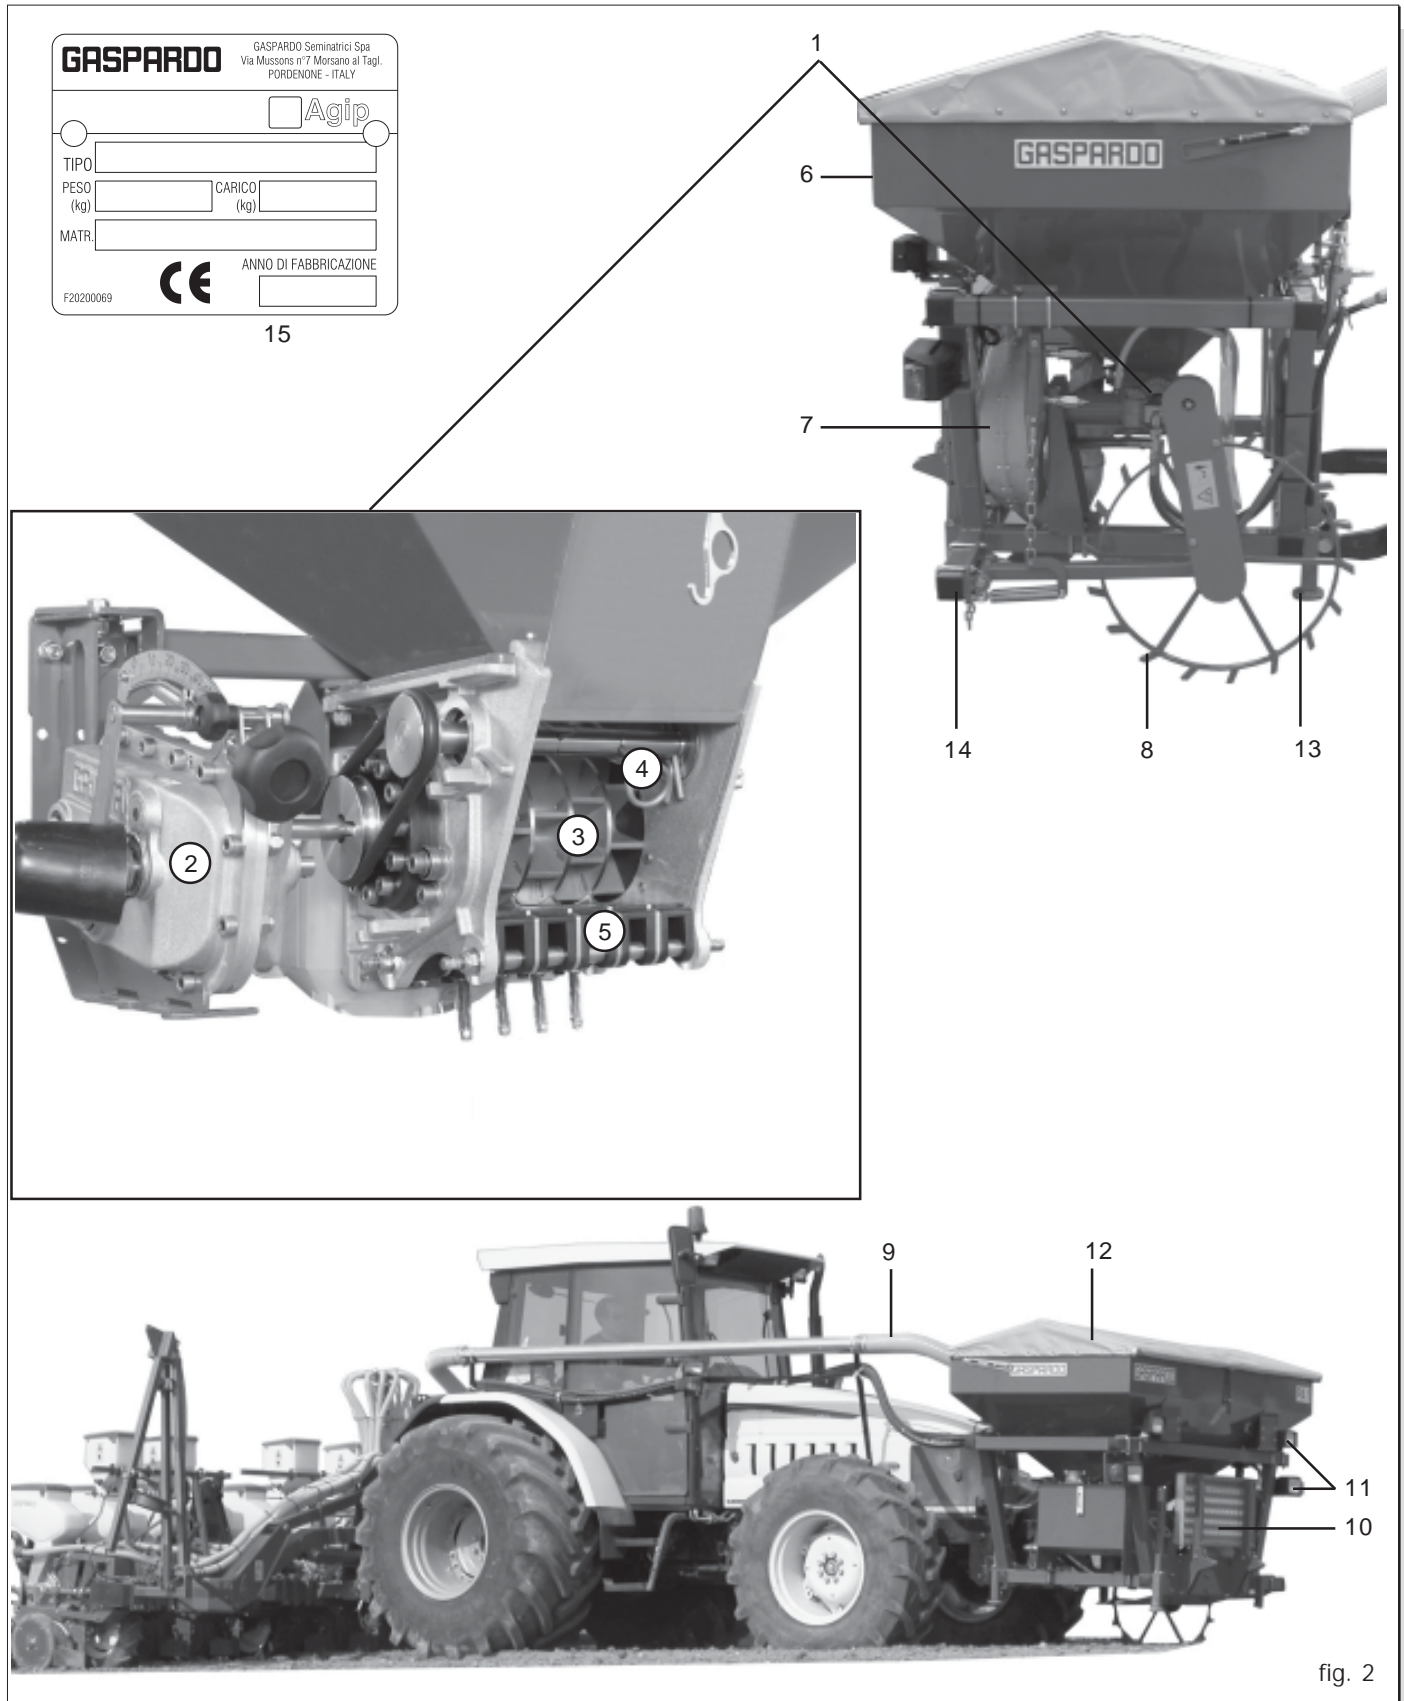

fig. 2
En caso de desplazamiento de la máquina, es necesario elevar la misma y engancharla a los enganches correspondientes (Fig. 1) con una carretilla elevadora de capacidad no inferior a 50 quintales. Debido a los peligros que conlleva, esta operación debe ser efectuada por personal preparado y responsable. La masa de la máquina se halla indicada en la placa de identificación (15 Fig. 2).
1.6 DISEÑO GENERAL (Fig. 2)